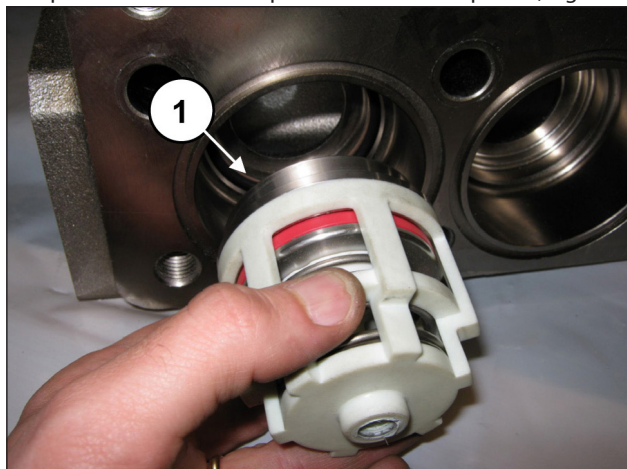

Fig. 149
Inserire il gruppo valvola di aspirazione (pos. ①, Fig. 149).